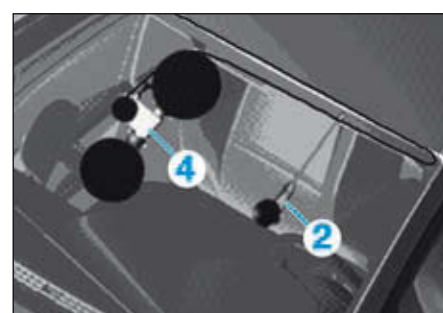

FIG.8
- Déplacer l'enrouleur (4) et l'alène de guidage (2), jusqu'au milieu du pare-brise (Fig.8).